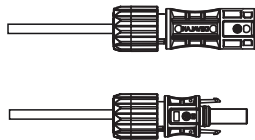

图3.15 拧紧带帽螺母的连接器
4. 将金属连接器插入连接器顶部，并以3-4 Nm的扭矩拧紧螺母（参见图3.15）。